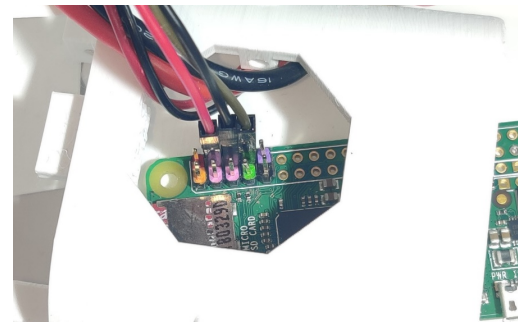

Abb. 28 Datenkabel am Raspberry Pi
1. Zuerst wird ein Adapter für die Batterie zu den einzelnen Motoren gebaut. Hier nimmt man 16 AWG Kabel in Rot und Schwarz. Zunächst kürzt man 4 AWG Kabel auf 8 cm (jeweils am roten und am schwarzen Kabel), entfernt etwa 1 cm Isolierung und lötet diese zu einem X (wie in Abb. 28 gezeigt). Wichtig ist, dass rote und schwarze Kabel kein Kontakt haben. An den Kabelenden wird jeweils ein männlicher XT60-Stecker befestigt. **Das schwarze Kabel kommt an**